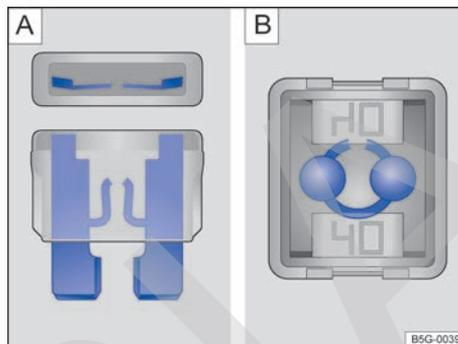

Fig. 239 Fusible fundido: **A** Fusible enchufable plano. **B** Fusible tipo bloque.
- Se puede saber si un *fusible enchufable plano* (ATO®, MINI®) está fundido por la tira de metal quemada visible desde arriba y desde los laterales a través de la carcasa transparente → fig. 239 A.
- Se puede saber si un *fusible tipo bloque* (JCASE®) está fundido por la tira de metal quemada visible desde arriba a través de la carcasa transparente → fig. 239 B.